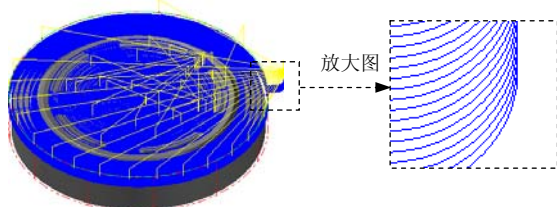

图 15.8 刀具路径
(1) 在“曲面粗加工挖槽”对话框中单击 **粗加工参数** 选项卡, 在 **Z 轴最大进给量** 文本框中输入 1, 然后在 **进刀选项** 区域选中 **✓** **螺旋式下刀** 复选框与 **✓** **由切削范围外下刀** 复选框。
(2) 单击 **螺旋式下刀** 按钮, 系统弹出“螺旋/斜插进式下刀参数”对话框。单击“螺旋/斜插进式下刀参数”对话框中的 **斜插进刀** 选项卡, 在 **如果斜插下刀失败** 区域选中 **中断程序** 单选项, 单击“螺旋/斜插进式下刀参数”对话框中的 **✓** 按钮。
(3) 单击 **间隙设置 (G)...** 按钮, 在系统弹出的“刀具路径的间隙设置”对话框中选中 **✓** **切削顺序最佳化** 复选框, 在 **切弧的半径** 文本框中输入 10.0, 在 **切弧的扫描角度** 文本框中输入 90.0。单击 **✓** 按钮, 系统返回至“曲面粗加工挖槽”对话框。
Step11. 单击“曲面粗加工挖槽”对话框中的 **✓** 按钮, 完成加工参数的设置, 此时系统将自动生成图 15.8 所示的刀具路径。